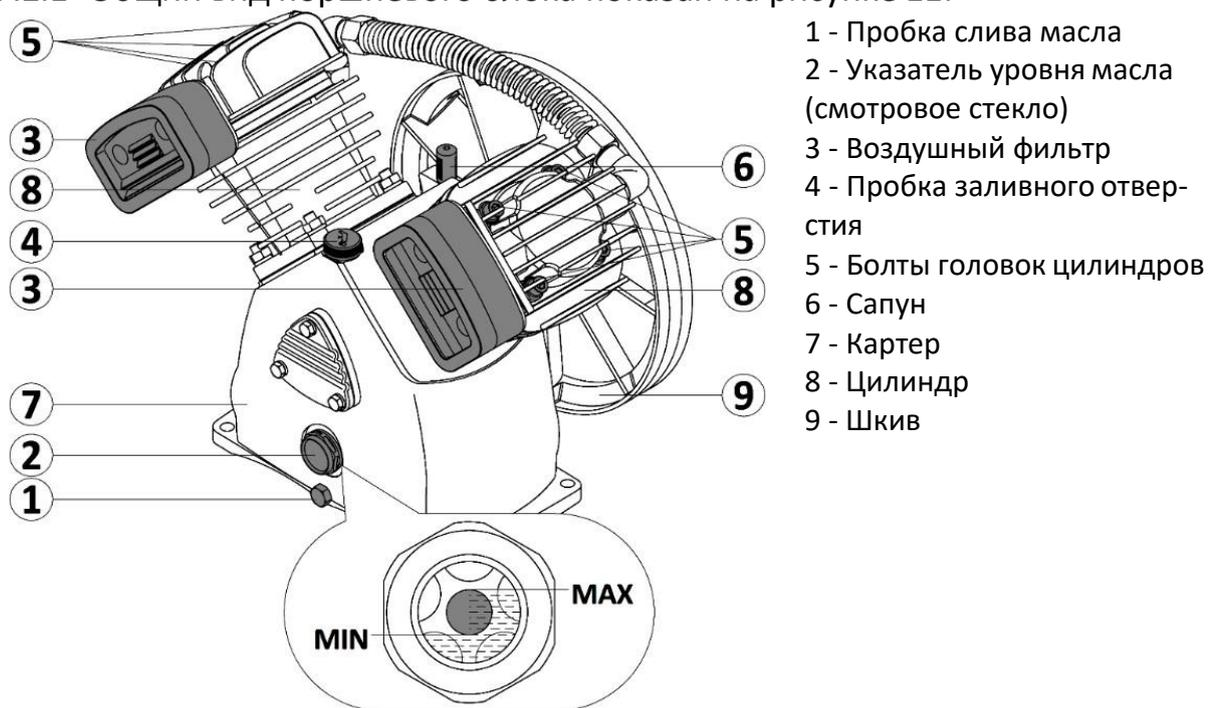

Рисунок 11
Ежедневно, перед началом рабочей смены контролируйте уровень масла. Уровень масла в картере блока поршневого должен находиться в пределах красной метки смотрового стекла (рисунок 11).
- Отвинтите пробку заливного отверстия (рисунок 11).
- Ослабьте пробку слива масла (рисунок 11).
После первых 8-ми и 50-ти ч работы проверьте и при необходимости подтяните болты головок цилиндров поршневого блока (рисунок 11), для компенсации температурной усадки. Момент затяжки согласно таблице 5. Подтяжку производить после остывания поршневого блока до температуры окружающей среды.